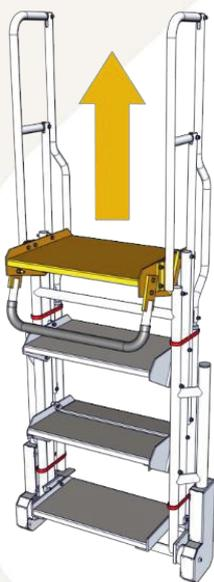

Figura 3- içamento
Passo 2 fi Faça o içamento à partir do último degrau conforme Figura 3- içamento